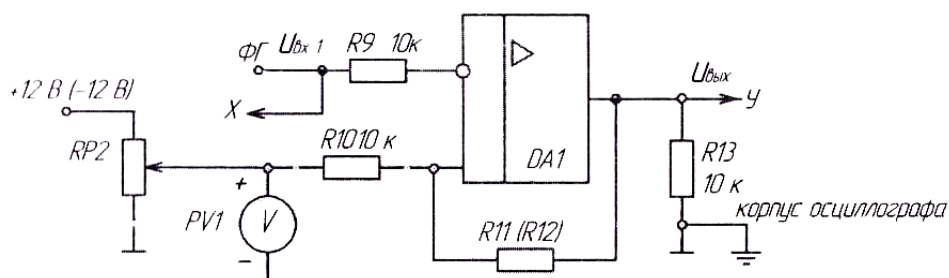

Рис. 1. Схема регенеративного компаратора (триггер Шмидта). $R_{11} = 200\text{k}$; $R_{12} = 400\text{k}$.
а) собрать схему двухвходового компаратора с положительной обратной связью согласно рис. 1. В качестве опорного напряжения $U_{оп}$ использовать регулируемое постоянное напряжение. На инвертирующий вход подключить функциональный генератор, используя его в режиме синусоидального сигнала «~»;
- 6.8. Получить выражение для расчета порогового напряжения в схеме на рис.1.
к рис. 1. Задать сопротивление резистора $RP2 = 150 \text{ Ом}$. В качестве компаратора использовать операционный усилитель OP07АН. Обеспечьте питание ОУ от двух источников постоянного напряжения (выв. 7 к +12В, выв. 4 к (-)12В).